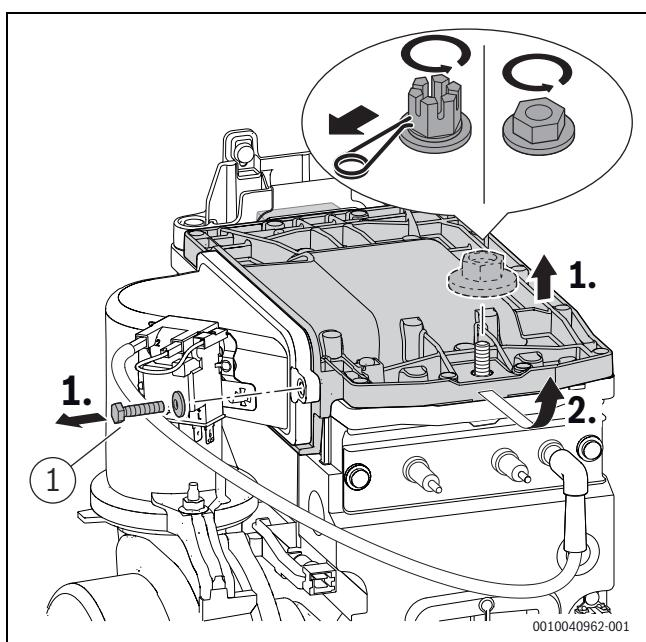

Рис. 58 Демонтаж крышки горелки
- ▶ Затяните винт [1], (рис. 58) на корпусе горелки с моментом $5,5 + 0,5 \text{ Н}\cdot\text{м}$.